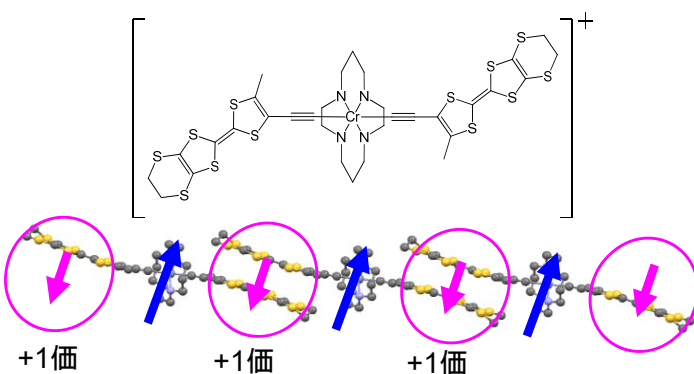

図2 新規導電性磁性クロムイオン(III)錯体分子同士が一体化
- エチニル基を導入したテトラチアフルバレン誘導体をクロム(III)に結合した錯体を新規に合成しました(図2)。中心金属としてクロム(III)を用いたことで、比較的大きなスピンをもつ安定な錯体を得られます。これを用いて作製した磁性結晶では、隣接する錯体との間でテトラチアフルバレン誘導体が二量体を組み、+1価の電荷が隣接分子間で非局在化し、隣り合う分子のスピンを非常に強く結びつけていることが明らかになりました。